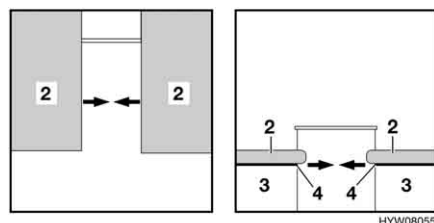

Fig. 79 Durante la trasformazione
- Estrarre il telaio portamaterasso (Fig. 79,4) per l'allargamento del letto sul cassone sinistro e su quello destro.